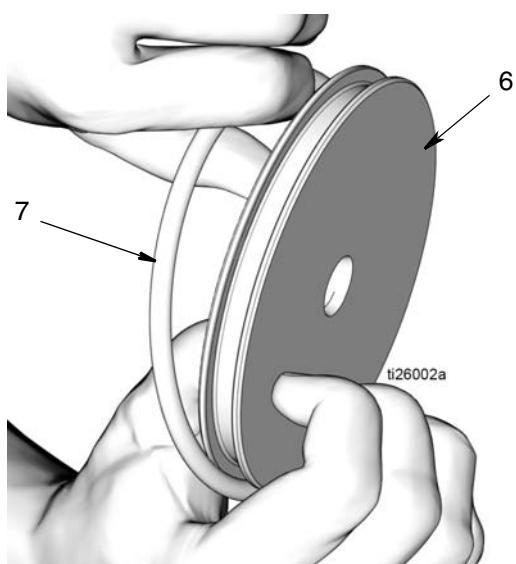

图 22
d. 从活塞杆 (6) 拆下 O 形圈 (7) (图 22)。